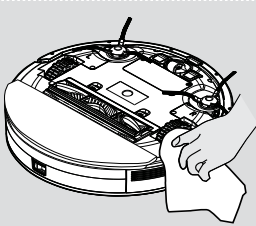

Рис. 19
**ОЧИСТКА ПРИВОДНЫХ КОЛЕС [Рис. 19]**